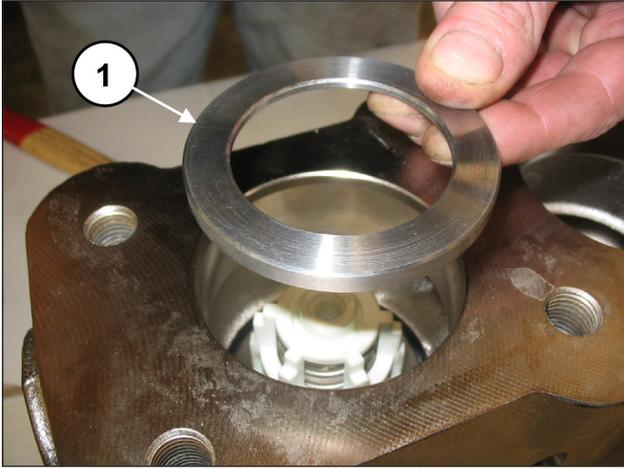

Fig. 129
Insérer la bague du logement de la soupape (rep. ①, Fig. 129) et le ressort (rep. ①, Fig. 130).